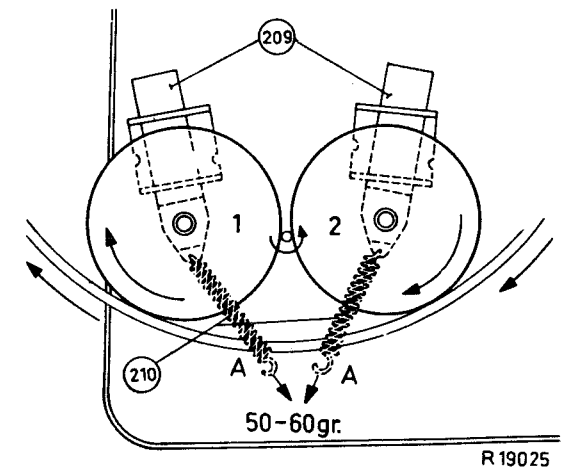

Fig. 23
3. Die Federspannungen gemessen bei Punkt A (Siehe Abb. 23) müssen 50 bis 60 Gramm betragen.